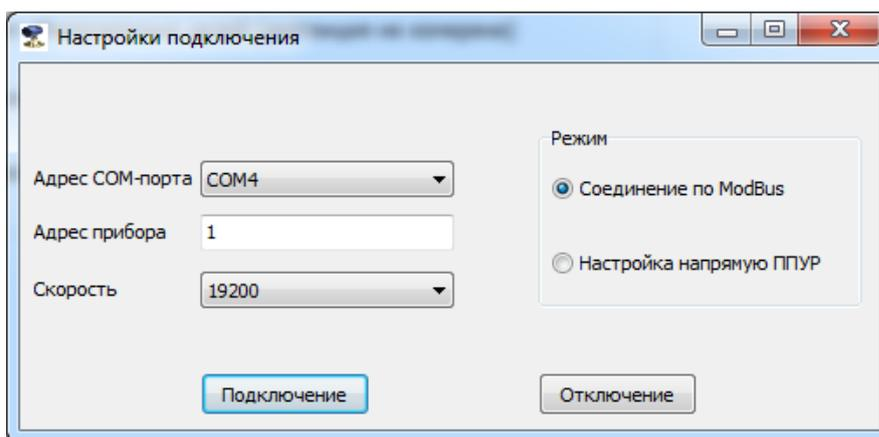

Рисунок 14 – Настройки подключения
7.1.2 Запустить на ПК программу «Монитор Взлет РУ». Появится окно «**Настройки подключения**» (см. рисунок 14), в котором необходимо установить:
В этом случае следует нажать кнопку «**Отключение**» (закрыть канал связи) в окне «**Настройки подключения**» (см. рисунок 14), проверить электрические подключения к ПК и уровнемеру, а также корректность значений параметров связи. Особое внимание обратить на параметры: **Адрес СОМ-порта, Адрес прибора, Скорость.**